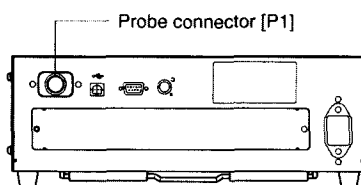

Рисунок 5
7.5.1 Убедиться, что выключатель электропитания находится в положении OFF (O). Взять измерительный датчик (щуп) диаметром 10 мм из состава прибора со светодиодным дисплеем и подключить его в разъем прибора «P1» (рисунок 5) серийным номером вниз. Убедиться, что вилка вставлена полностью и надежно закреплена.